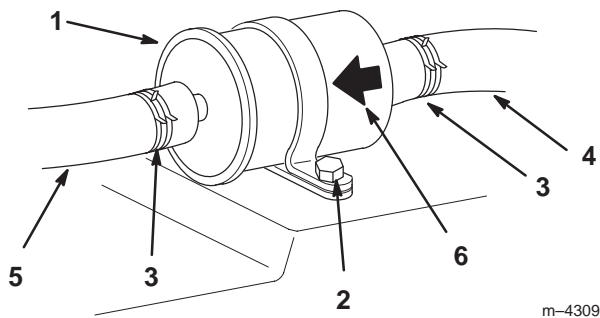

Bild 46
4. Entfernen Sie die Filterbefestigungsschraube und den Filter (Bild 46).
5. Drücken Sie die Enden der Schlauchschellen zusammen und schieben sie vom Filter weg (Bild 46).
8. Ziehen Sie die Filterbefestigungsschraube fest (Bild 46).